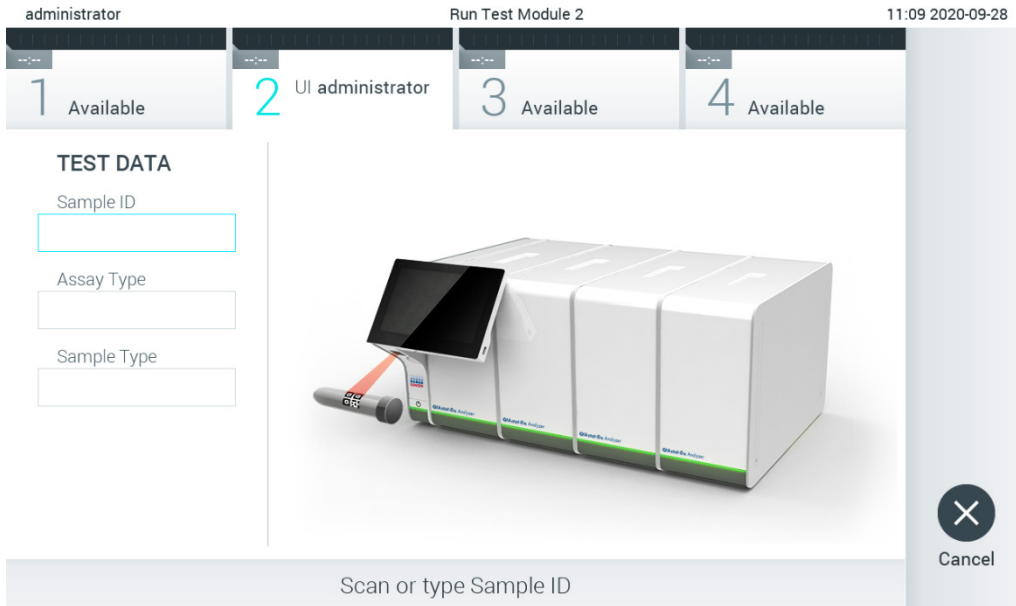

图 82. 扫描样本 ID 条形码
2. 出现提示后，请使用操作模块中集成的条形码阅读器扫描样本 ID 条形码（图 82）。